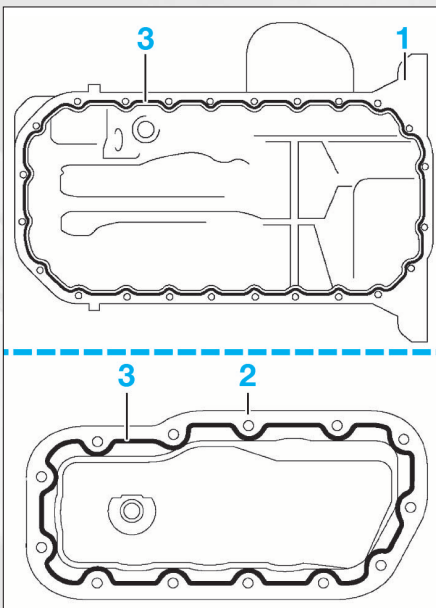

FIG. 38
- nettoyer les plans de joint des carters d'huile supérieur (1) et inférieur (2) et appliquer de la pâte d'étanchéité neuve (3) d'une largeur de 5 mm aux points indiqués (fig. 38).